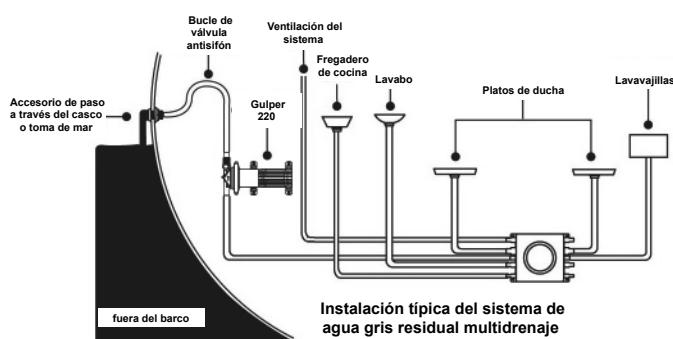

Figura 1 Instalación típica del tanque de agua residual gris en el sistema multidrenaje de agua residual gris
- Todas las tuberías deben contener una válvula/un bucle antisifón correctamente instalados. (Figura 1)
- El agua bombeada **debe** evacuarse a través de un accesorio de paso a través del casco o toma de mar **por encima de la línea de flotación**. (Figura 1)
El tanque de agua residual gris ha sido diseñado para utilizarse con agua residual gris en embarcaciones marítimas de recreo. La instalación típica se muestra en la Figura 1. Consulte las dimensiones del tanque en la Figura 2.